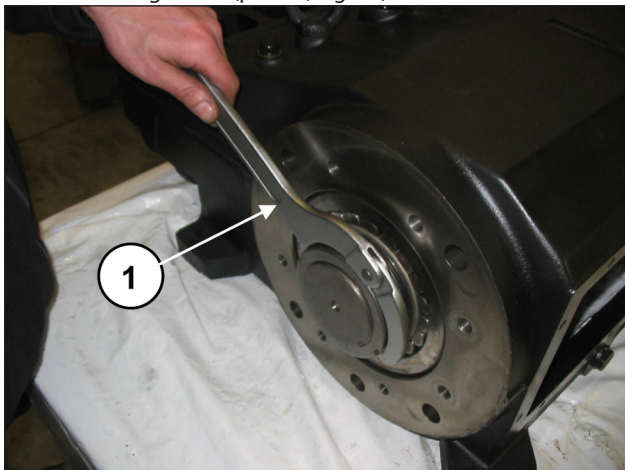
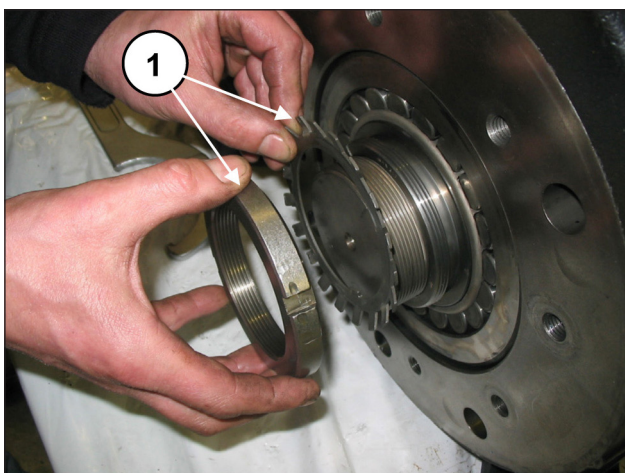

Fig. 17
Fig. 18
Utilizando una llave adecuada, desenroscar la corona de bloqueo (pos. ①, Fig. 17). A continuación, quitar la corona y la arandela de seguridad (pos. ①, Fig. 18).